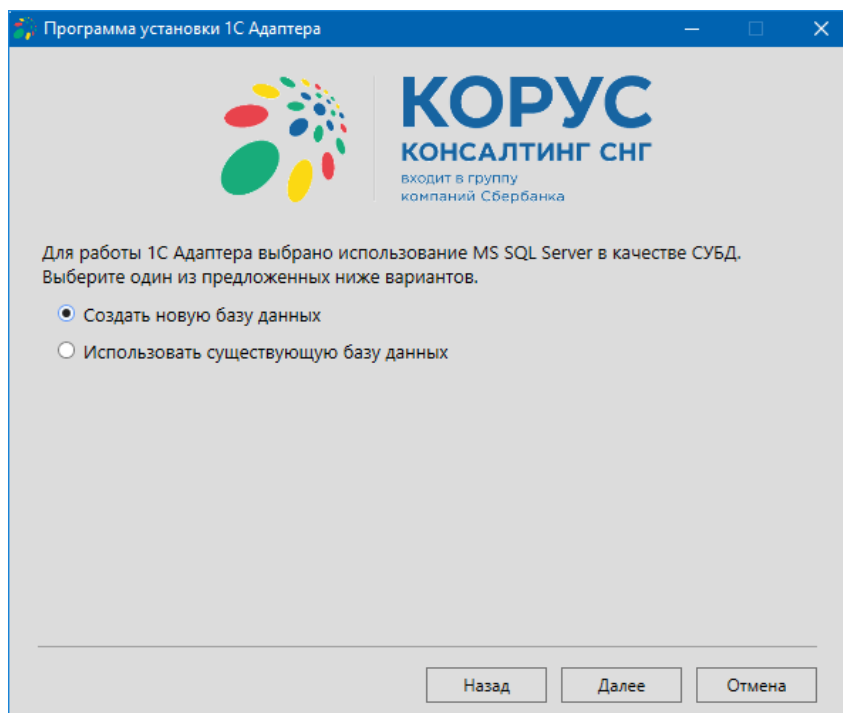

Рисунок 23 – Выбор вариант создания новой базы данных
8.2.1. На следующем шаге будет предложено создать новую базу данных или использовать существующую. Выбирается вариант создания новой базы и нажимается кнопка «Далее» (рис. 23).